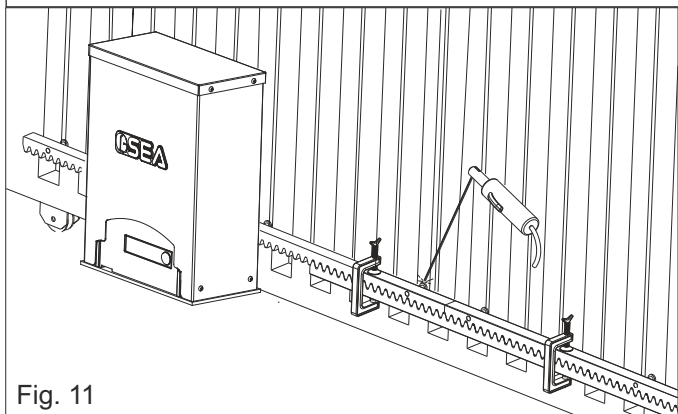

Fig. 11
5.4. Comprobar que todos los elementos de la cremallera estén perfectamente alineados y colocados correctamente (dentado en fase). Es aconsejable oponer un tercer elemento a dos elementos sucesivos como se indica en la Fig. 11;